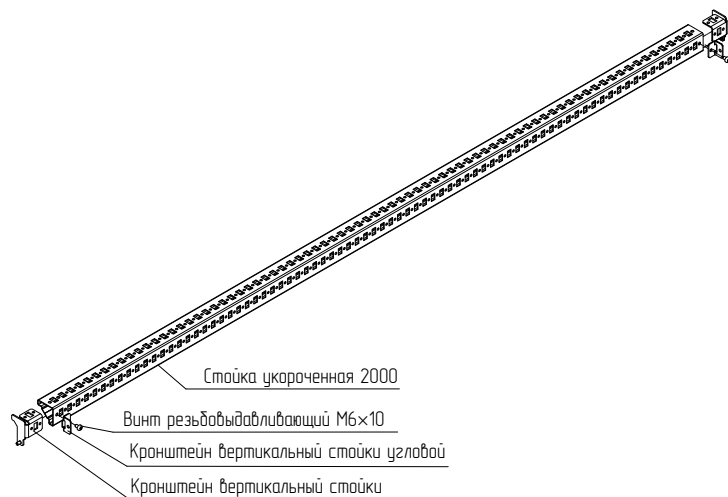

Рисунок 96
4.33.3 Надеть кронштейны вертикальной стойки на торцы стойки, установить кронштейны вертикальной стойки угловые и закрепить винтами М6х10 (рисунок 96). Момент затяжки – 7 Н·м.